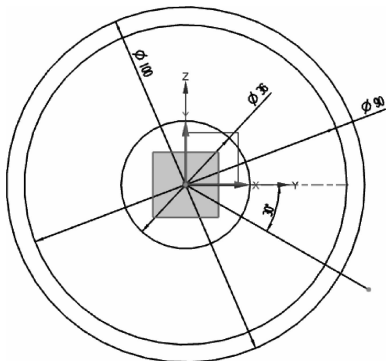
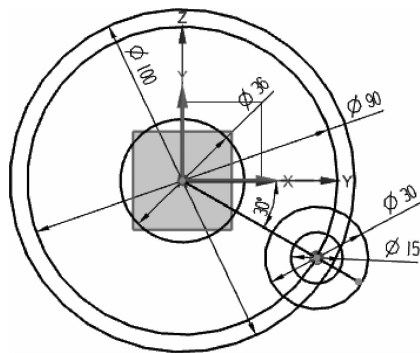

图 2-16 创建与水平成  $30^\circ$ 、长度为 55 的线
图 2-17 创建  $\phi 15$ 、 $\phi 30$  的圆
- (3)在“草图”工具条中单击图标,创建与水平成  $30^\circ$ 、长度为 55 的直线,如图 2-16 所示。
(4) 在“草图”工具条中单击  图标, 选取 Y 轴和直线标注  $30^\circ$  角。
(5) 在“对象捕捉”工具条中单击“交点”图标, 以  $\phi 90$  圆和直线的交点为圆心, 创建  $\phi 15$ 、 $\phi 30$  的圆, 如图 2-17 所示。